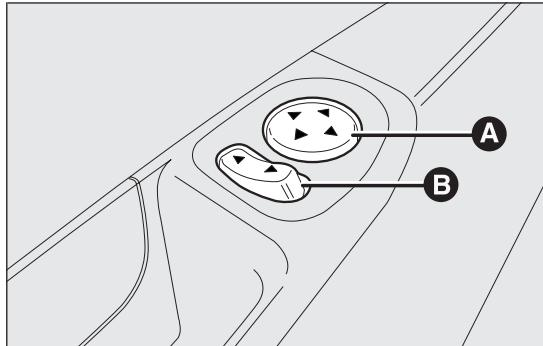

Abb. 25
- Wählen Sie den zu betätigenden Spiegel mit dem Wahlschalter B Abb. 25;
- Stellen Sie den Spiegel mit dem Joystick A in allen vier Richtungen ein Abb. 25.